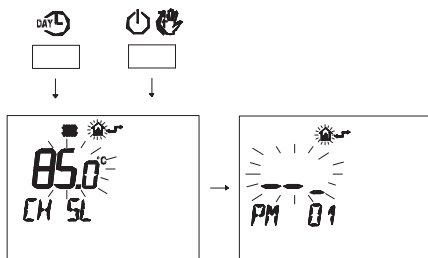

Рисунок 5.48
- Нажмите одновременно кнопки **DAY** и **ON**, чтобы войти в поле ввода настроек (Рисунок 5.48).